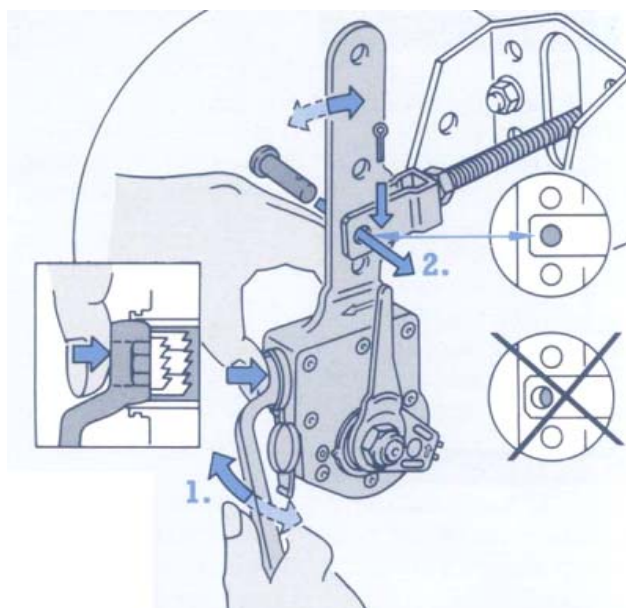

Рис. 5
4. Накладным ключом, с нажатием в осевом направлении, вращать болт в ту или иную сторону до совпадения отверстия на штоке тормозной камеры с соответствующим ему отверстием на рычаге трещотки. (Рис. 5). Установить штифт.